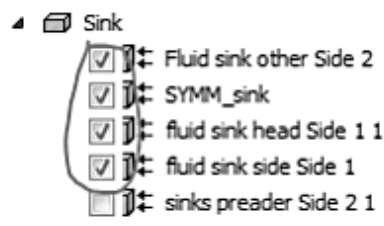
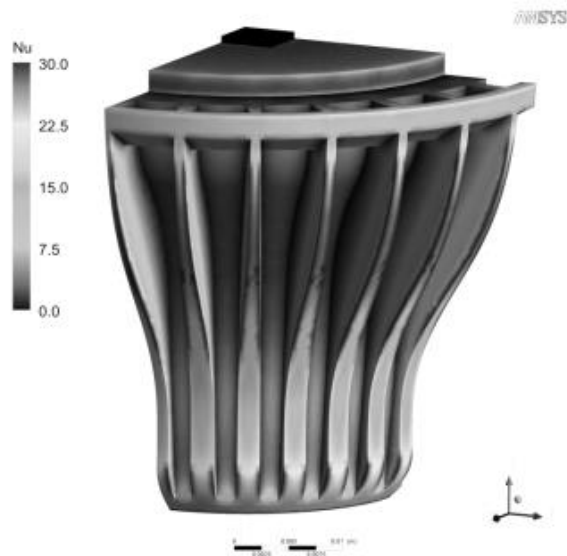

Рисунок 2 – Включення відображення поверхонь радіатора
Рисунок 3 – Приклад розподілу числа Нуссельта
3. Для відображення отриманого розподілу числа Нуссельта слід включити відображення поверхонь радіатора (рис. 2 і рис. 3).